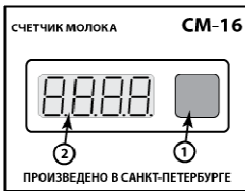
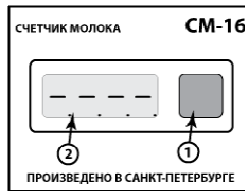
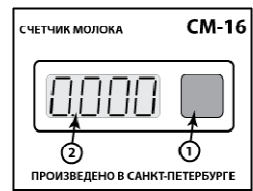

Рис. 7
Рис. 8
Рис. 9
- определить заводское тарировочное число (у каждого прибора оно имеет свое значение), для чего необходимо выключить питание, нажать и удерживать кнопку 1 (Рис. 7) на блоке индикации более 5 секунд, затем снова включить питание, на дисплее последовательно загорятся: «**8.8.8.8.**» (Рис.7), затем «**-.-.-..**» (Рис.8), после чего появится тарировочное число, затем «**0.000**» (Рис.9); значение тарировочного числа необходимо запомнить или записать (обозначим его  $F$ );